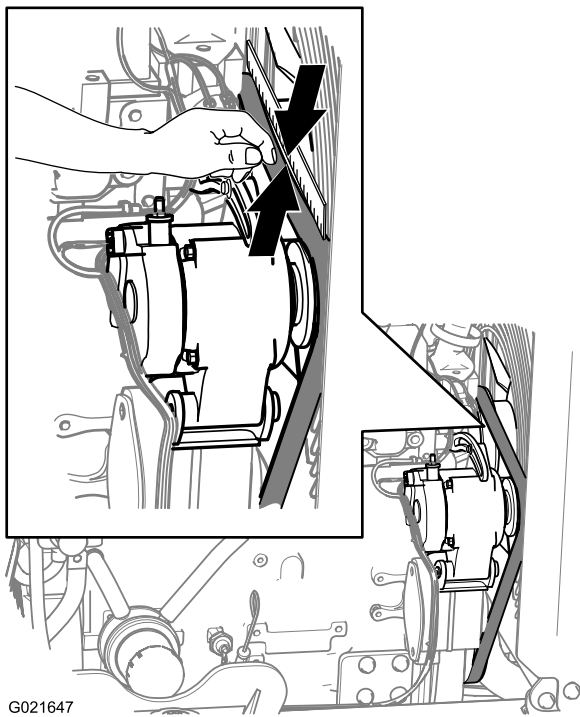

Figura 142
3. Inspeccione a correia quanto a cortes, rachaduras, fios soltos, graxa, óleo, torção ou sinais de desgaste anormal (Figura 142).
3. Posicione uma régua sobre a correia, entre as polias, como mostra a Figura 142.
4. Pressione a correia para baixo no ponto intermediário entre a polia do ventilador e a polia do alternador, como mostrado na Figura 142.